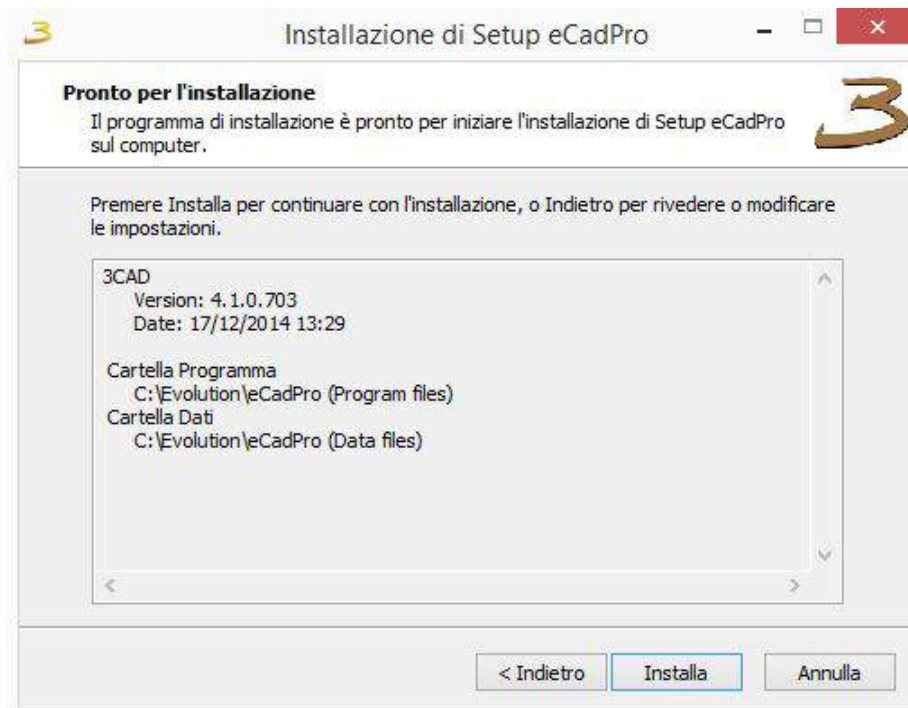

Figura 2.6: Avvio installazione.
d) Fare click su **Installa** per avviare installazione, figura 2.6.